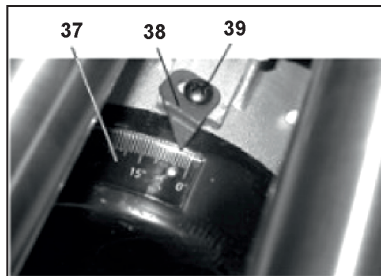

Рис. 6
щением болта (36) установите пильный диск (15) (Рис. 1) по угольнику (не комплектуется) относительно поворотного стола (17). Положение зафиксируйте контргайкой болта (36). При необходимости, ослабьте винт фиксации (39) указателя (38) (рис. 6). Указатель (38) совместите со значением 0° по шкале (37).